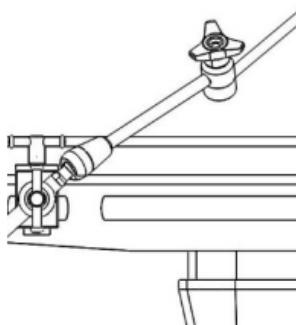

Abbildung 1
- dem sterilen Abdecktuch und ziehen Sie dann die Klemme an der Schiene fest (Abbildung 1).